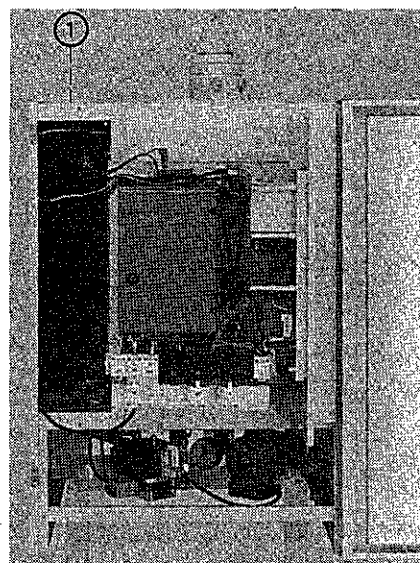

Abb. 47
3. Schrauben im Frontblech der Viessmann Miromatik-MC lösen, Viessmann Miromatik-MC herausziehen und in Servicestellung an den dafür vorgesehenen Bolzen einhängen (Abb. 47).
4. Die Anschlußleitung der Fernbedienung MC oder der Fernbedienung-F durch die Zugentlastung ① führen.
2. Schrauben im Frontblech der Viessmann Miromatik-MC lösen, Viessmann Miromatik-MC herausziehen und in Servicestellung an den dafür vorgesehenen Bolzen einhängen (Abb. 47 auf Seite 34).
4. Steckverbinder durch die Zugentlastung ① (Abb. 47 auf Seite 34) zur Steckerleiste führen. Die Steckverbindung so weit zusammenstecken, bis sie hörbar einrastet.